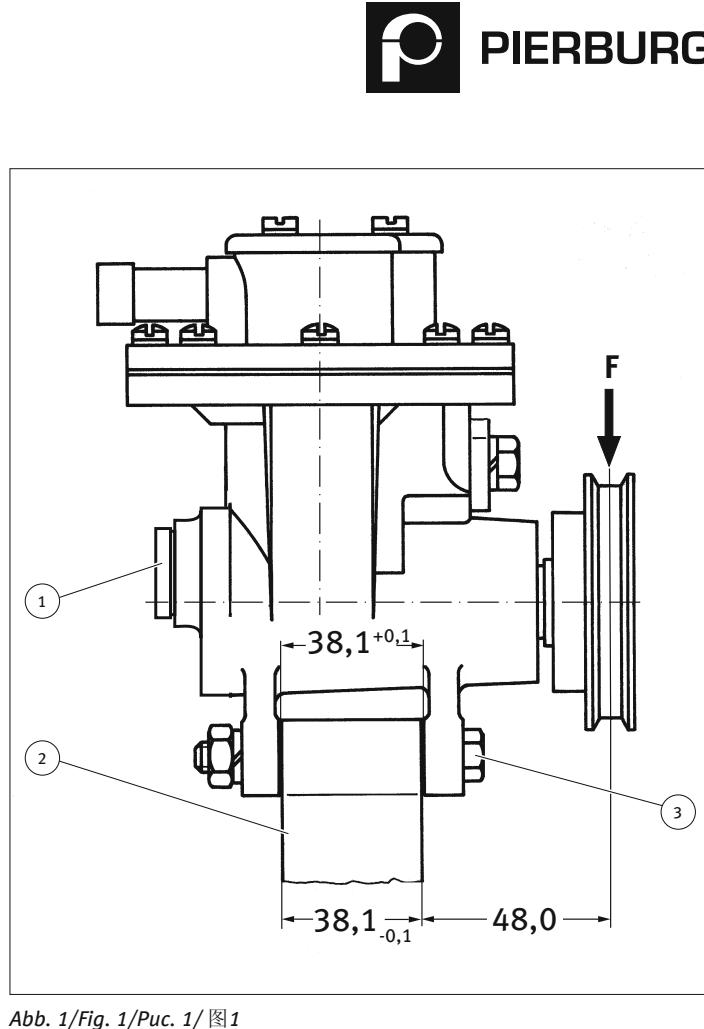

Abb. 1/Fig. 1/Puc. 1 /图1
Крис. 1 и 2
- Las bombas tienen una economía de aceite propia y están llenas de 40 cm³ HD-SAE 15 W-40. Control del nivel del aceite cada 30.000 km procediendo como sigue: Sacar con cuidado el tornillo de llenado de aceite (1), Fig. 1, y comprobar si con posición de montaje admisible de la bomba sale aceite por la boca, agregando, si necesario. Apretar de nuevo el tornillo de llenado de aceite con 25 Nm.
Para la utilización universal, Fig. 1 y 2
- Fijación con brazos basculantes dobles y dispositivo tensor de correa trapezial (barra tensora). En lugar de la barra tensora se puede crear también una unión fija, en lo que el tensado de correa se efectúa sobre una polea de correa trapezial dividida. En esto el tensado de correa se ajusta insertando o quitando arandelas separadoras entre la polea de correa trapezial. La posición de montaje preestablecida en la Fig. 1 y 2 se ha de cumplir para asegurar un engrase perfecto de las partes de accionamiento. Para fijación de brazo basculante se ha de cumplir exactamente la cota del zócalo del chasis tensor.
Para Fig. 1 y 2
- 泵具有独立的机油回路并加注了 40 cm³ HD-SAE 15 W-40。每行驶 30000 km, 进行如下油位检查：小心地旋出加注螺栓 (1), 见图 1; 当泵处于允许的安装位置时, 检查机油是否恰好从开口流出, 必要时重新加满。以 25 Nm 的力矩重新拧紧加注螺栓。
普遍使用, 图 1 和 2
- 以双臂和楔形皮带张紧装置（拉杆）固定。也可不使用拉杆，而是建立固定连接，通过分开的楔形皮带轮进行皮带张紧。在这种情况下，通过插入或取出楔形皮带轮之间的间隔垫圈调整皮带张力。遵守图 1 和 2 中的安装位置规定，确保传动件适当润滑。以旋转臂固定时，应严格遵守张紧器的底座尺寸。
关于图 1 和 2